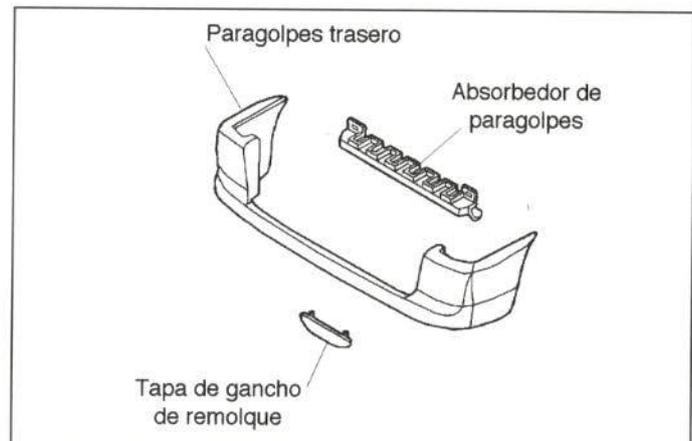

Figura 53.- Comercialización del paragolpes trasero
El fabricante comercializa éste, su tapa de gancho de remolque y su absorbedor interior como piezas de recambio independientes (figura 53).
- Paragolpes trasero (figura 53).